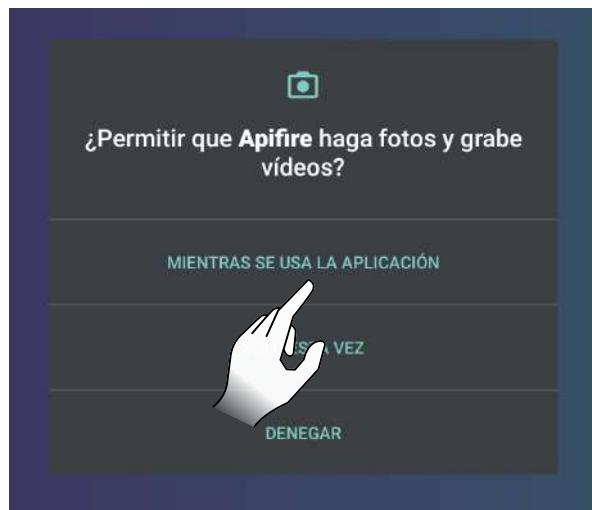

Fig. 8.1
- que ha escaneado correctamente el código QR. Controle la autorización de Apifire para usar la cámara; si no se otorga, el encuadre permanecerá completamente negro. A continuación, modifique las autorizaciones como se muestra en Fig. 8.1 y 8.2, o introduzca manualmente el código de 16 dígitos;